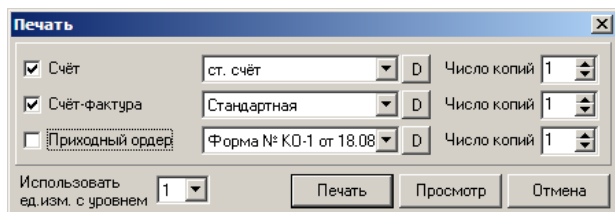

Рис. 136. Печать счета и связанных с ним документов
- Пункт меню «Печать» позволяет просмотреть и распечатать документ. Если к документу были выписаны счет-фактура, накладная, платежный документ, то их также можно распечатать, отметив галочками соответствующие окошки в окне «Печать» (рис. 136).